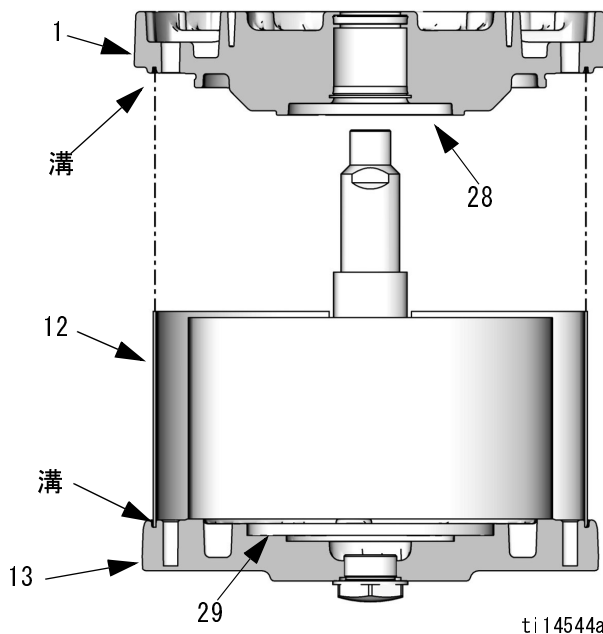

図 13: シールドの位置をカバーの溝に対して合わせる
8. O リング (9\*) を潤滑して、下部カバー (1) に取り付けます。
9. M07xxx、M12xxx、および M18xxx のみ：ピストンバンパー (28) を下部カバー (1) に取り付けます。
10. 図 13 を参照してください。ロッドをベアリングに通してスライドさせて、下部カバー (1) をシリンダ (11) 上に注意して設置します。上部カバーと下部カバーのマニホールド表面は、位置が合っている必要があります。シールド (12) が上部カバーと下部カバーの溝に設置されていることを確認してください。